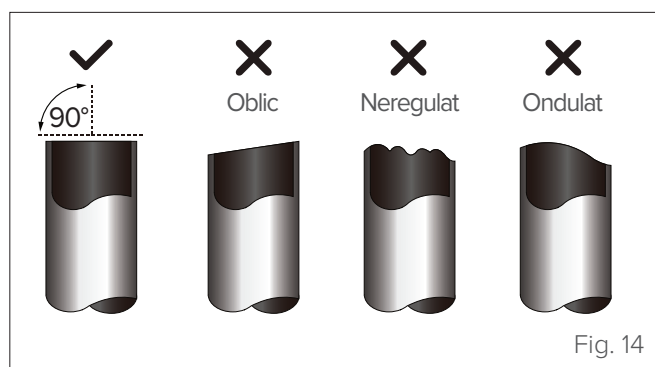

Fig. 14
- 3 Verificați ca țeava să fie tăiată la un unghi exact de 90°. Consultați exemplele de tăiere incorectă din „Fig. 14”.